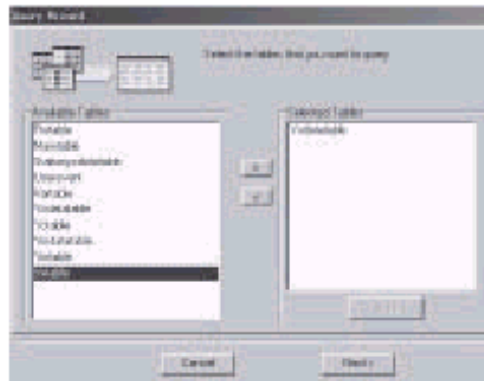

Fig. 8-5 Selección de la Tabla de Listado 2
2.2 Haga doble clic en el nombre de la tabla en la Fig. 8-5. Por ejemplo, seleccione **Remote signal datatable**, y aparecerá en la pantalla de tabla de listado a la derecha. Luego haga clic en el botón **Next**.